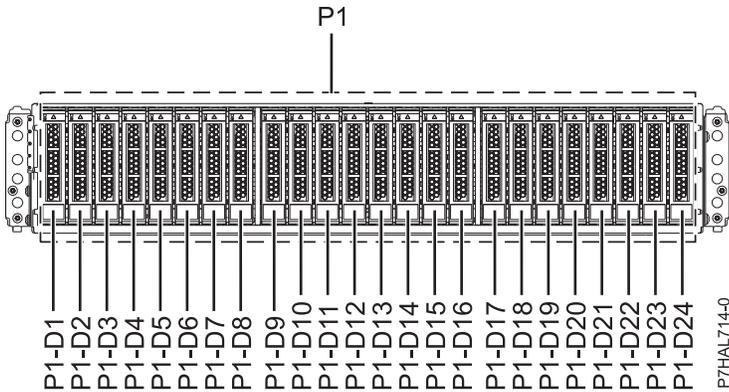
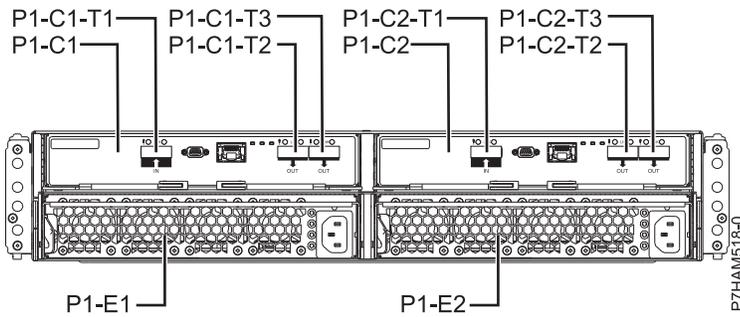

Abbildung 9. Vorderansicht des Plattenlaufwerkgehäuses 5887 mit den Positionen der Plattenlaufwerke
Abbildung 10. Rückansicht des Systems 5887 Plattenlaufwerkgehäuse
1. Ermitteln Sie das Teil und das Gehäuse, an dem Sie arbeiten möchten. Die Steckplätze für Plattenlaufwerke und Solid-State-Laufwerke befinden sich an der Vorderseite des Gehäuses. In Abb. 9 auf Seite 12 und Abb. 10 auf Seite 12 werden die Vorder- und Rückansicht des Gehäuses und die Positionen der Plattenlaufwerke im Gehäuse angezeigt.